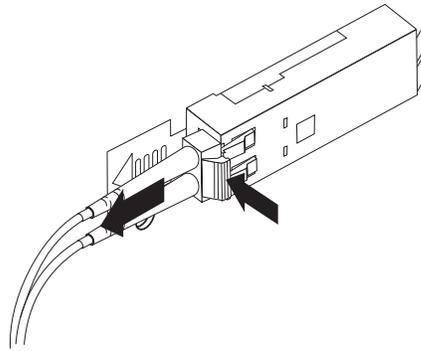

Figura 20. Extracción del cable de Canal de fibra LC-LC
2. Apriete la palanca del cable y tire cuidadosamente del conector para retirar el cable del módulo SFP, tal como se muestra en la Figura 20 en la página 33.